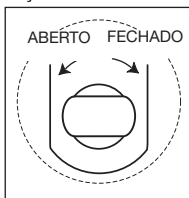

Fig. 2-Válvula de Alívio
4. Usando o terminal retangular da alavanca da bomba, gire a haste da válvula de alívio no sentido anti-horário para abrir a válvula (não gire mais que duas voltas). Ver Fig. 2.